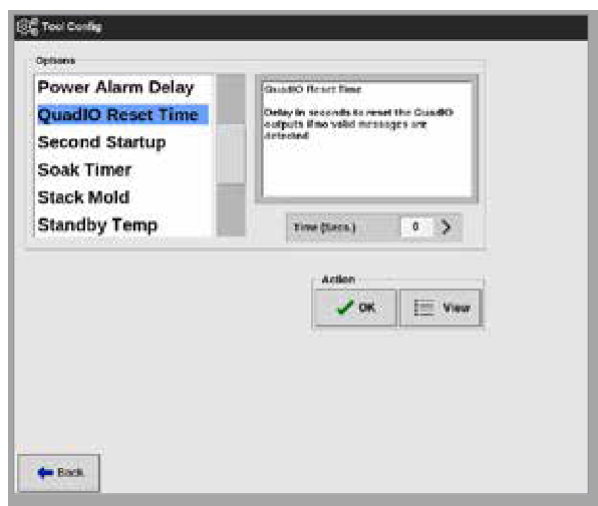

图13-2 选择Quad IO卡重置计时器
4. 从选项列表中选择“Quad IO卡重置计时器”。请参见图13-2。